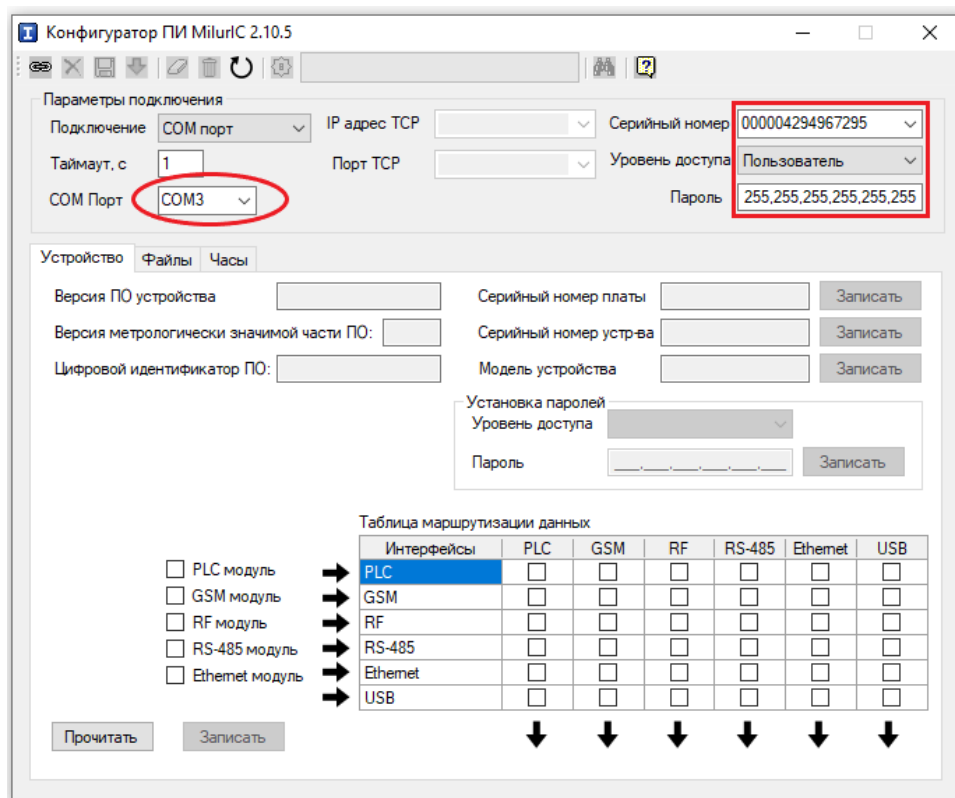

Рисунок 3 – Настройка параметров подключения к ПК
- В поле **COM порт** (рисунок 3) выбрать назначенный в диспетчере устройств для Milur IC COM порт (**порт COM3**).